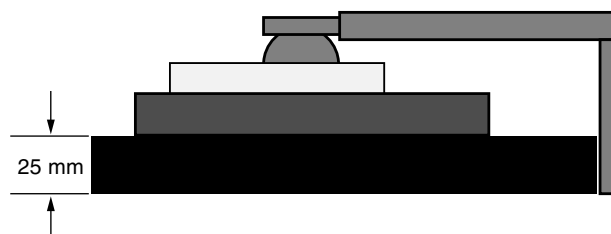

Figure S.1
3. Placez le moniteur face vers le bas sur une surface non abrasive. Placez l'écran sur une plate-forme de 25 mm de manière à ce que le support soit parallèle à la surface (**Figure S.1**).